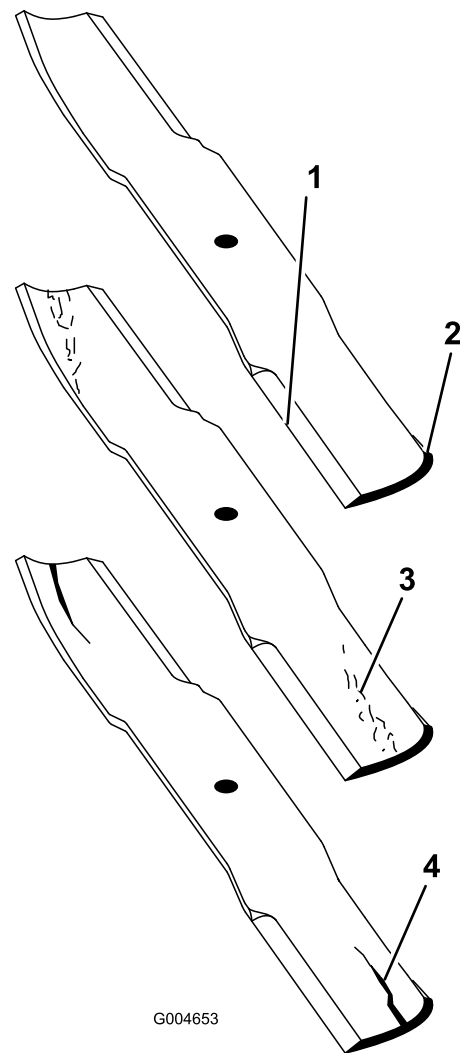

Figura 19
1. Inspeccione as extremidades de corte (Figura 19). Se as extremidades não estiverem afiadas ou estiverem amolgadas retire e afe as lâminas. Consulte Afiar as lâminas.
2. Inspeccione as lâminas, especialmente a área da aba (Figura 19). Se verificar quaisquer danos, desgaste, ou a formação de ranhuras nesta área (Figura 19), instale imediatamente uma lâmina nova.